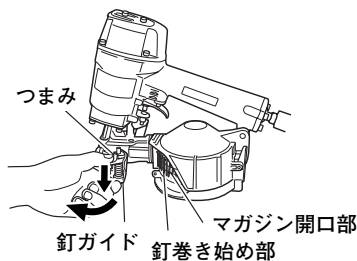

図 10
- 釘ガイドとつまみに指をかけ、つまみを下へ押してそのまま左へ開きます。(図10)